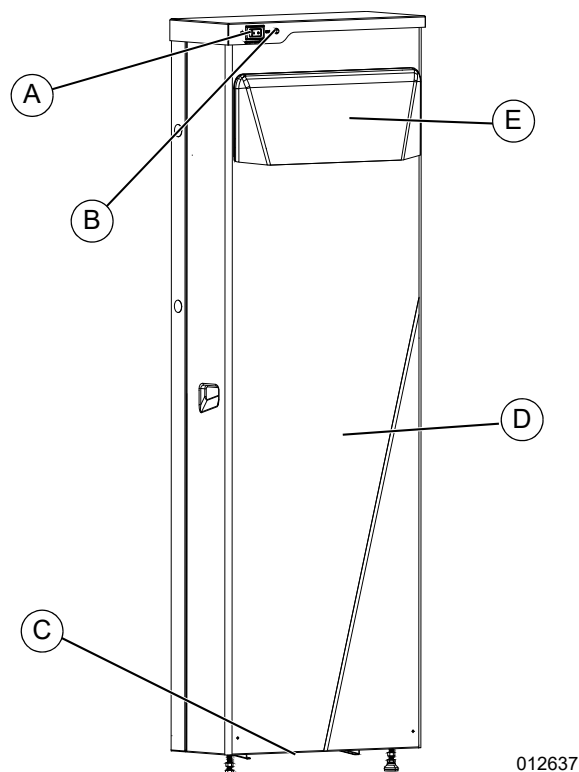

Figura 6-1. Ubicaciones de los componentes
Consulte la **Figura 6-1**. El color y el intervalo estroboscópico del LED (B) comunican el estado de la batería.